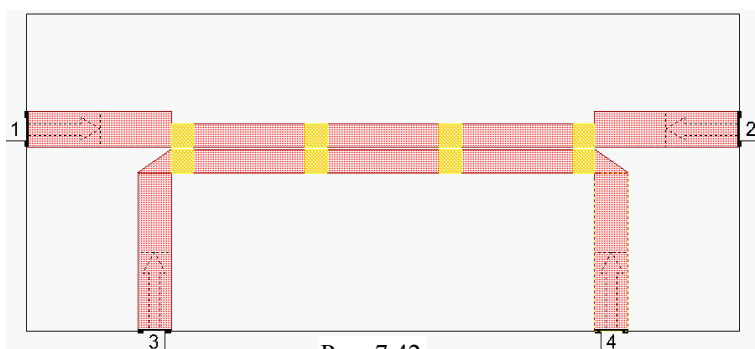
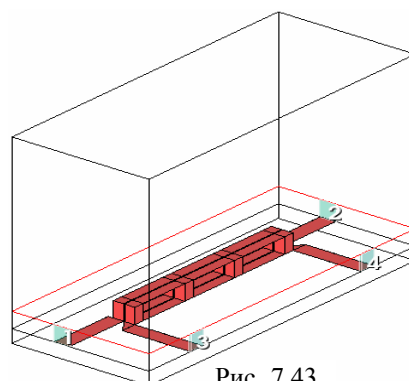

Рис. 7.42
Рис. 7.43
- Скопируйте созданную перемычку и установите перемычки на краях проводников и по две перемычки по длине проводников, примерно на равных расстояниях (рис. 7.42). Трёхмерное отображение полученной структуры показано на рис. 7.43.